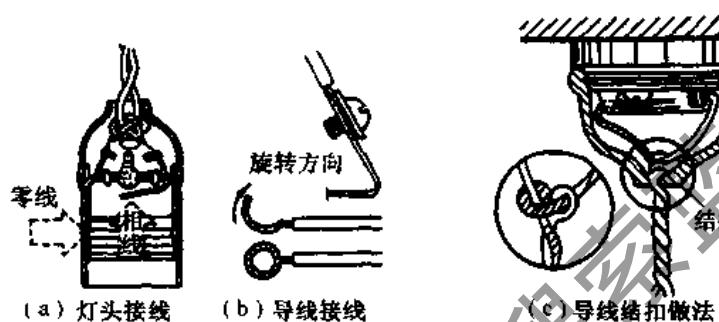

图 9-22 灯座接线、接线螺钉接线、保险结打法示意图
② 灯座接线：旋下灯座盖，将连接线下端穿入灯座盖孔中，在距下端 30mm 处打一个保险结，然后把经绝缘处理的两上下端线头分别压接在灯座的两上接线螺钉上。图 9-22 所示为灯座接线、接线螺钉接线和保险结打法的图示。